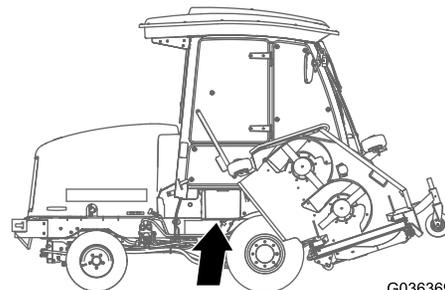

Figura 81
1. Aprite il coperchio della batteria sul lato della copertura (Figura 81).
Nota: Premete sulla superficie piatta sopra il coperchio della batteria per facilitare la rimozione del coperchio (Figura 81).